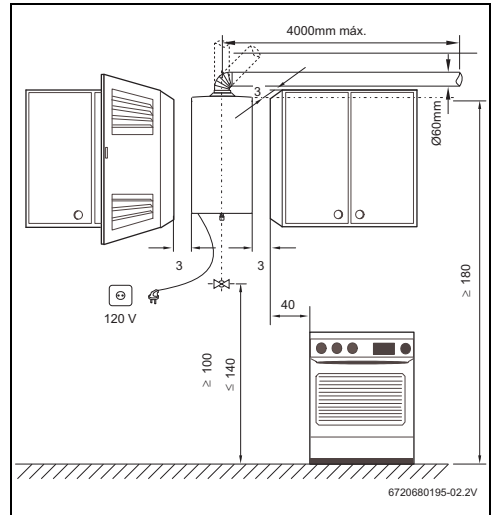

Fig. 10 Separaciones mínimas (en mm)
- ▶ Respetar las medidas mínimas de instalación indicadas en la Fig. 10.
- ▶ Garantizar un buen acceso para realizar los trabajos de mantenimiento respetando siempre las distancias mínimas indicadas en la Fig. 10.